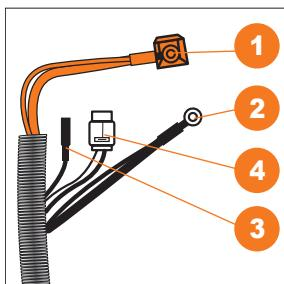

Рис. 17
- Провода кабеля панели управления: 1 красный - плюсовой кабель аккумулятора, 2 черный - минусовой кабель аккумулятора, 3 коричневый - кабель управления реле электростартера, 4 - кабель фары с белой фишкой (Рис. 17).